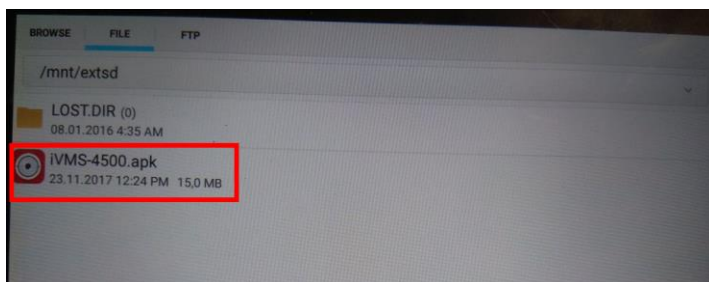

Рис. 216 Процесс установки стороннего ПО
- 6) Выберите файл ранее загруженного на microSD карту приложения и установите его, приняв все необходимые разрешения (рис. 216)